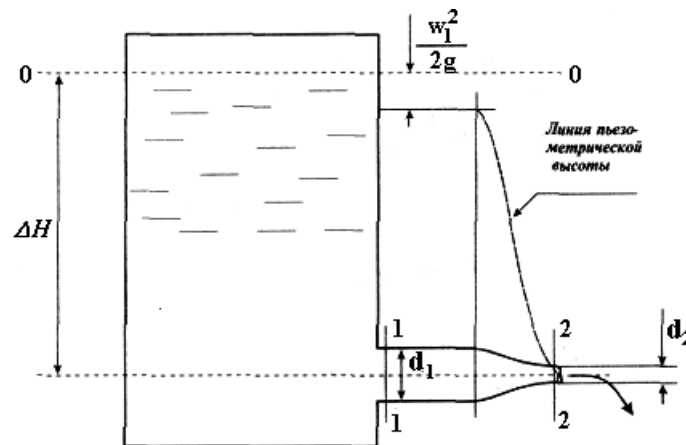

Рис. 12
22. Из резервуара с постоянным напором $\Delta H = 6$ м (рис. 12) через трубу вытекает вода. Диаметр трубы $d_1 = 16$ см, а её наконечника $d_2 = 6$ см. Определить объемный расход воды и показать график изменения пьезометрической высоты, пренебрегая потерями напора.